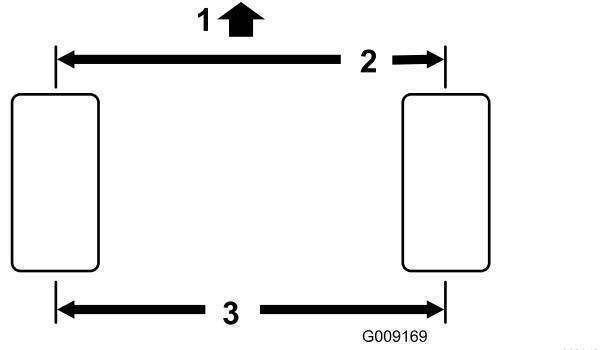

Figure 59
1. Mesurez l'entraxe (à hauteur d'essieu) à l'avant et à l'arrière des roues directrices (Figure 59).